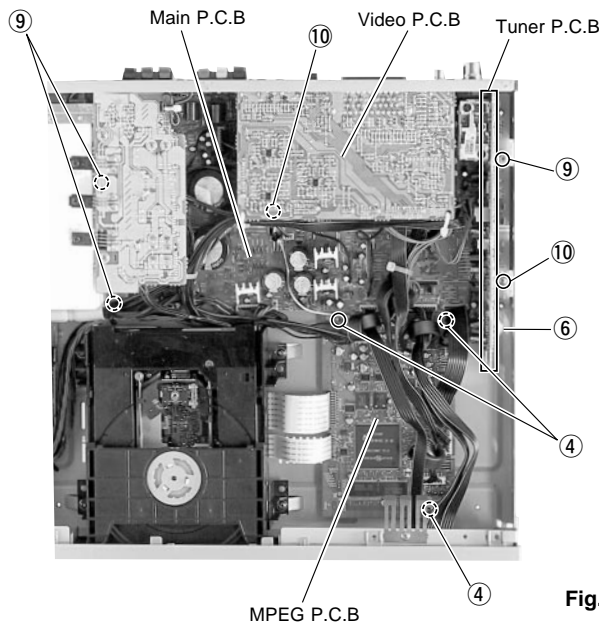

Fig. 2
Remove 3 screws ( ④ ) in Fig. 2.
- a. Remove 1 screw ( ⑥ ) in Fig. 2.
Remove 3 screws ( ⑨ ) and 2 screws ( ⑩ ) in Fig. 2.
④のネジ3本を外します。( Fig. 2 )
- a. ⑥のネジ1本を外します。( Fig. 2 )
⑨のネジ3本と⑩のネジ2本を外します。( Fig. 2 )